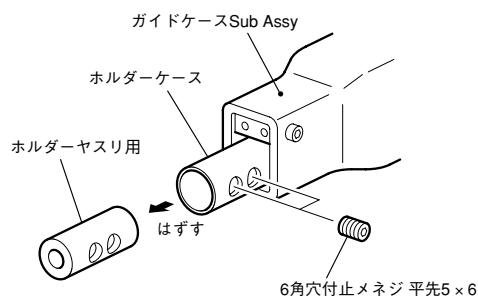

図5
- (1) 付属の六角棒スパナ2.5にて六角穴付止めネジ5×6をはずし、ホルダーヤスリ用を取り外してください。（図5）